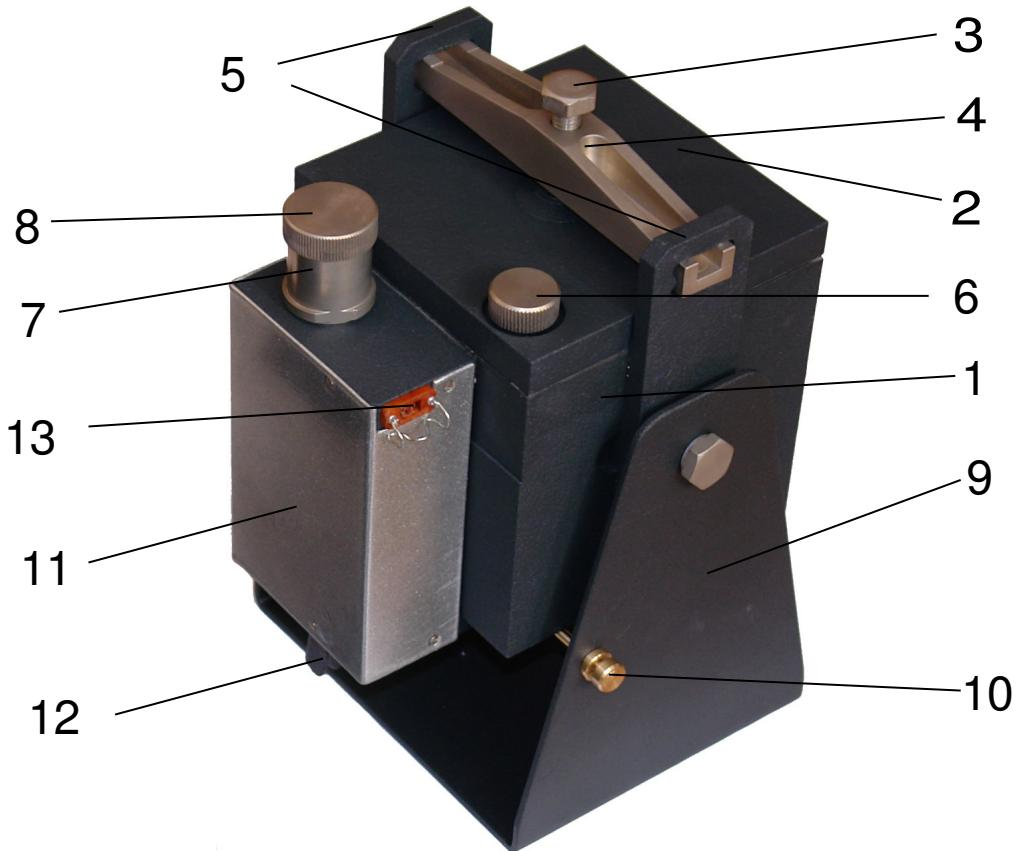

Рис. 3- Внешний вид измерительной камеры
**Измерительная камера** (рис. 3) выполнена в виде квадратного контейнера 1, в который помещается исследуемый образец. На передней стенке контейнера через кронштейн вертикально закреплен сильфон, который с помощью жесткого поводка соединен с датчиком линейных перемещений. В стенке контейнера рядом с датчиком перемещений